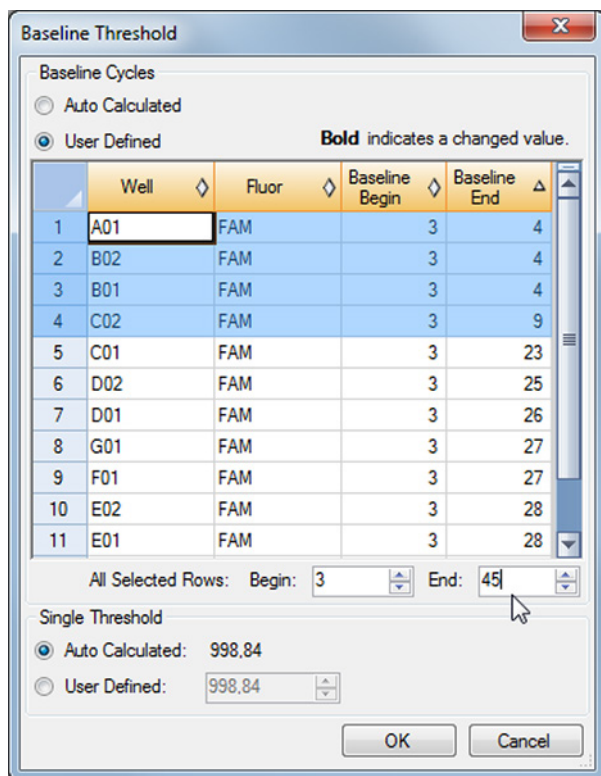

Figura 5: Cuadro de diálogo Baseline Threshold (umbral de línea de base)
3. En la barra de menú de la ventana Data Analysis (análisis de datos), haga clic en **Settings** → **Baseline Threshold...** (ajustes → umbral de línea de base...) para abrir el cuadro de diálogo Baseline Threshold (umbral de línea de base) (consulte la figura 5).
5. Seleccione todas las líneas que muestren un valor de **Baseline End** (final de línea de base) de 1 a 9 (consulte la figura 5).
- Establezca el valor en el campo **End:** (final:) en 45 para las líneas seleccionadas (consulte la figura 5).
- Repita los pasos del 3 al 7 para los canales de detección VIC™ (IC), ROX™ [virus de la gripe A (H1N1)pdm09] y Cy5 (virus de la gripe B).